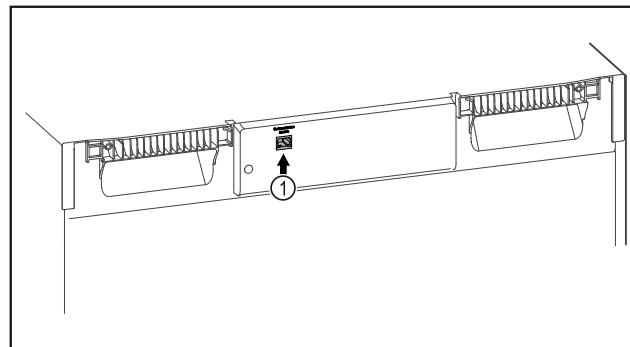

Fig. 131
- ❑ Założono SmartModule Fig. 131 (1).